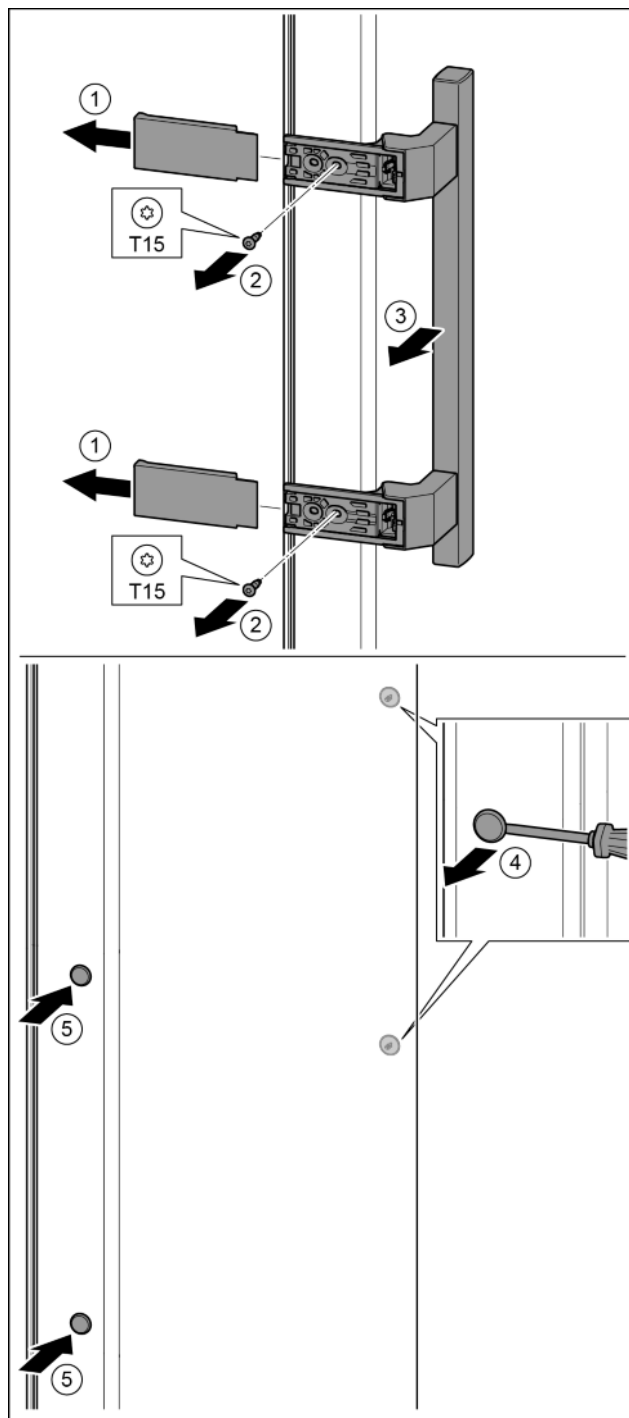

Fig. 16
- Stáhněte kryt. Fig. 16 (1)
- Šroubovákem T15 vyšroubujte šrouby. Fig. 16 (2)
- Sejměte madlo. Fig. 16 (3)
- Postranní zátku opatrně plochým šroubovákem nadzvedněte a vytáhněte. Fig. 16 (4)
- Zátku opět vložte na druhé straně. Fig. 16 (5)